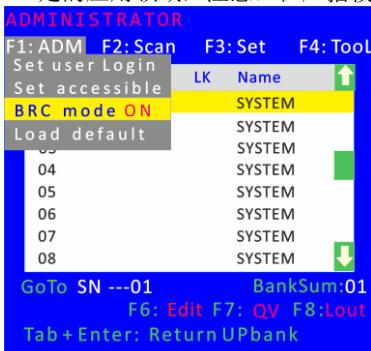
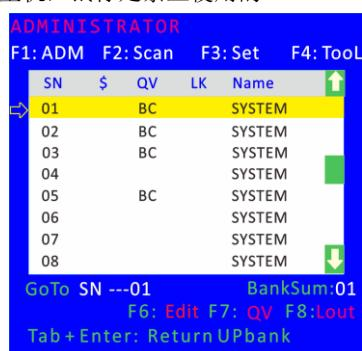

图 4-1.6
图 4-1.7
- ◆ BRC Mode off- 按【Enter】键，关闭或者打开 BRC 广播模式（图 4-1.6）。进入主菜单，按【F7】按键增加或者删除需要广播的端口，设置为广播的端口在主菜单 QV 栏目下显示为 BC 图标，如图 4-1.7。
【F1】→BRC Mode OFF→按【Enter】键→BRC Mode ON (图 4-1.6)
按【↑】【↓】键→选择需要打开广播功能的端口→按【F7】→主菜单 QV 栏内会出现 BC 图标 (图 4-1.7)，该端口已进入广播模式
按【F1】→BRC Mode OFF →按【Enter】键,进入主菜单,所有带有#图标端口改为BC图标(图 4-1.7)